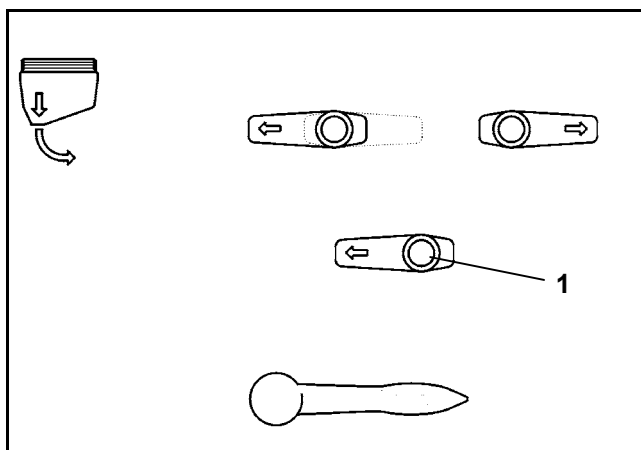

Fig. 7.10
- Ramenez le robinet 3 voies (7.10/1) comme indiqué sur la fig. 7.10.